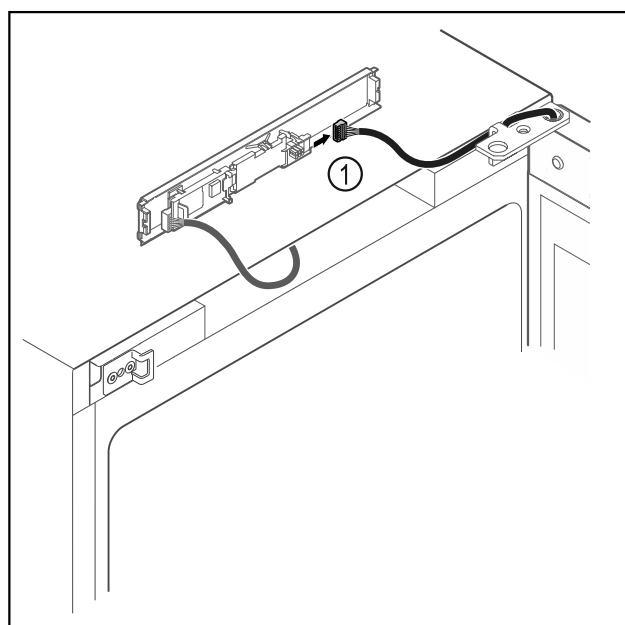

Fig. 14
- ▶ Débrancher le connecteur Fig. 14 (1) de la platine.